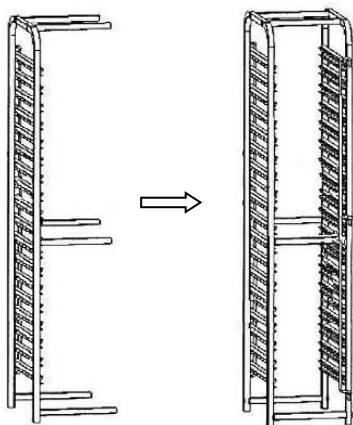

Рис. 1
1. Сначала к одной из боковых частей тележки (рис. 1) следует прикрепить 6 перекладин (вверху, посередине и внизу).